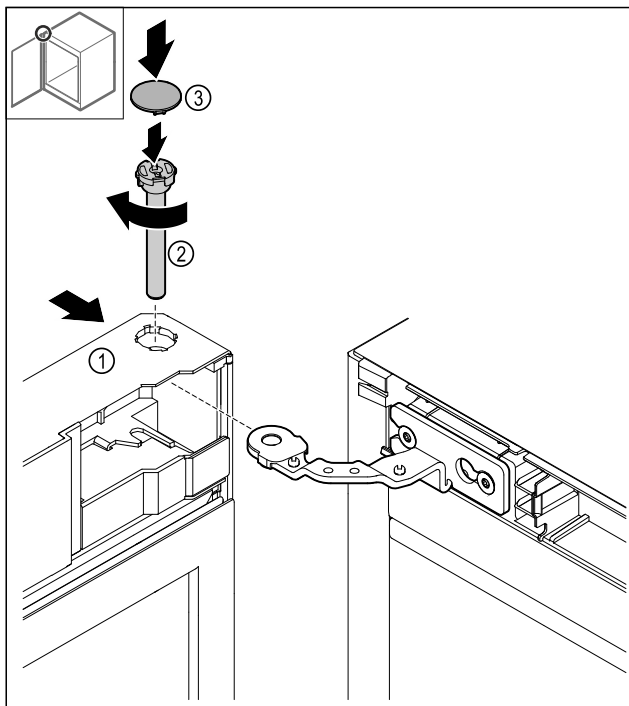

Fig. 48
- ▶ Glisați ușa Fig. 48 (1) sus pe balama.
- ▶ Introduceți bolțul Fig. 48 (2) și strângeți-l ferm în sens orar.
- ▶ Așezați capacul Fig. 48 (4).